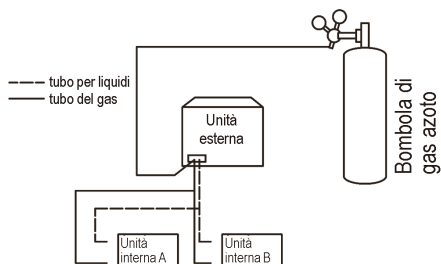

Fig. 5.34
4. Utilizzare tappi ciechi per bloccare tutte le aperture sul lato del liquido (gas), ad eccezione dell'apertura sull'unità interna più lontana dalle unità esterne ("Unità interna A" nella Fig. 5.34).